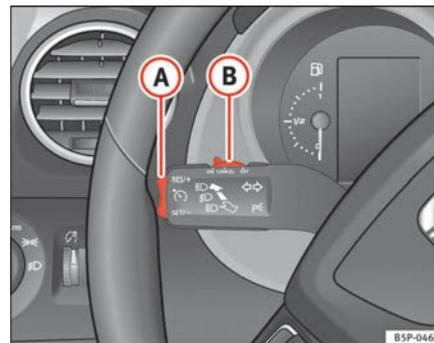

Fig. 147 Alavanca dos indicadores de direcção e máximos: comando e interruptor basculante para o regulador de velocidade
- Empurrar o cursor ⇒ fig. 147 **B** para esquerda para **ON**.